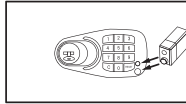

BILD. 4
- Anschluss für eine externe Notstromversorgung für den Fall, dass die Batterien leer sind. In diesem Fall platzieren Sie eine 9-Volt Alkalischeblockbatterie (Typ 6F-22S) an dem dafür in der Tastatur vorgesehenen Platz (siehe Bild 4) unter Berücksichtigung der richtigen Polarität. Während Sie die Batterie in dieser Position halten, geben Sie ihren Benutzercode ein und öffnen den Tresor wie gewohnt. Nach dem Öffnen wechseln Sie bitte alle 4 Batterien gegen neue aus